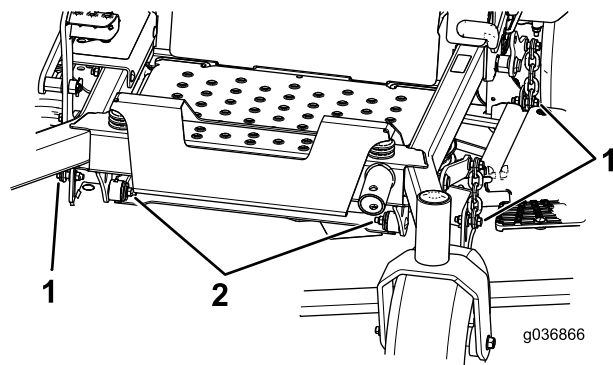

Bild 86
8. Entfernen und bewahren Sie die Schrauben und Muttern an beiden Seiten der Maschine auf (**Bild 86**).